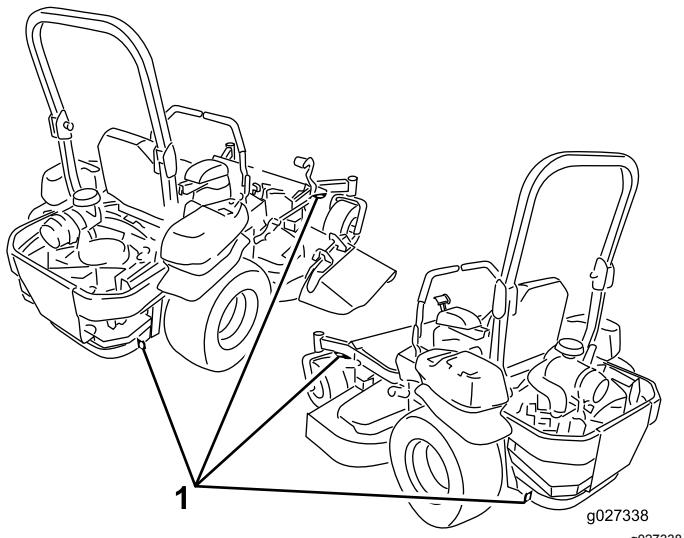

Figura 37
- Utilice los puntos de amarre de la máquina para sujetarla firmemente al remolque o al camión con correas, cadenas, cables o cuerdas (Figura 37).